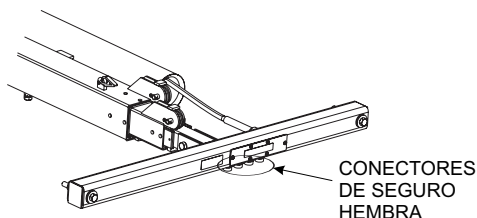

Figura 10. Ubicación de los conectores hembra
- a. Localice los 4 conectores de seguro hembra de 3 pernos DIN en la barra-T. Consulte Figura 10.